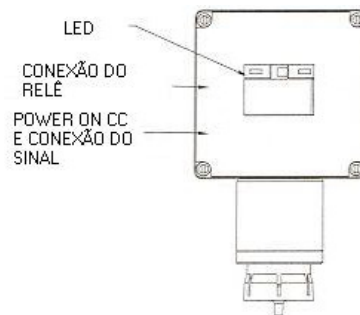

Figura A-3. Fiação do Última Série X de propósito geral Módulo Simples
- Veja Figura A-3 e A-4 para Monitores de Gás Ultima Série X de propósito geral Módulo Simples e à prova de explosão, respectivamente.